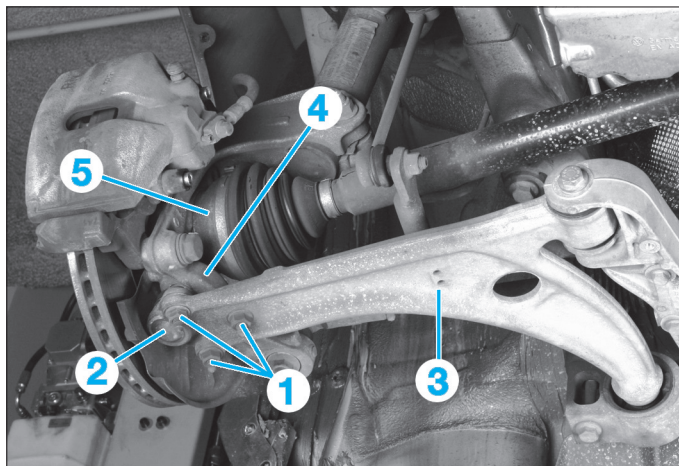

Fig. 4
- Déposer les écrous (1) de la rotule (2) du triangle de suspension (3) (Fig.4).